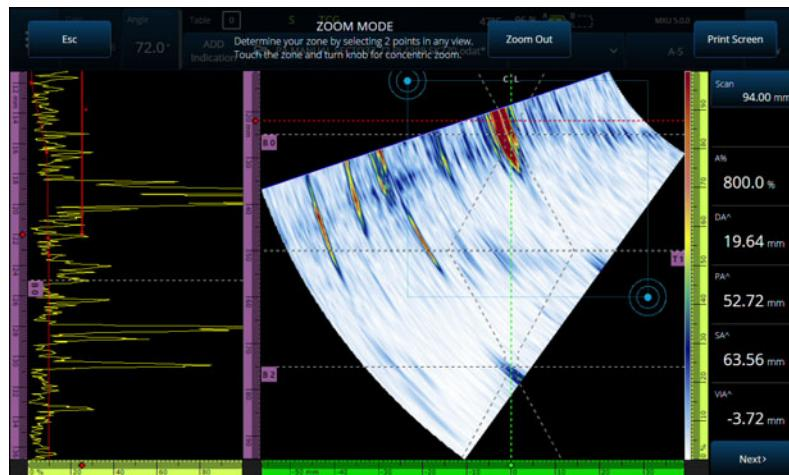

図 2-11 ズーム例
1. ズーム表示キー (Zoom) を押して、ズームモードをオン（またはオフ）にします（44 ページの図 2-11）。
- ◆ ズーム表示キー (Zoom) を押してズームモードをオンにして (44 ページの図 2-11)、画面上の Print Screen (画面印刷) をタップします。